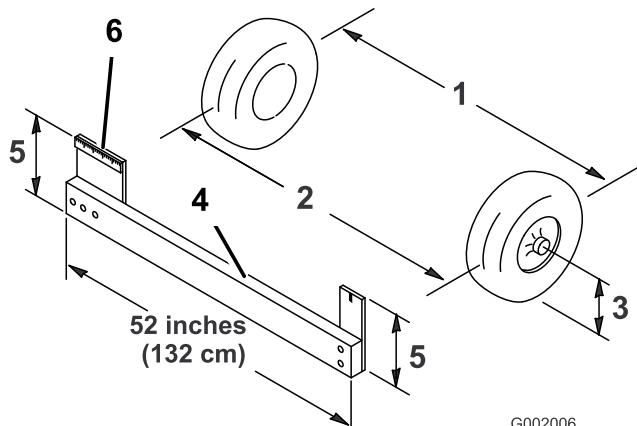

Figura 59
4. Misurate la distanza tra i pneumatici anteriori all'altezza dell'assale, davanti e dietro le ruote anteriori (Figura 59). Per rilevare la misura posteriore dei pneumatici anteriori all'altezza dell'assale occorre un attrezzo o un calibro di allineamento; usate lo stesso attrezzo, o calibro di allineamento, per rilevare
con precisione la misura anteriore dei pneumatici anteriori all'altezza dell'assale (Figura 59).